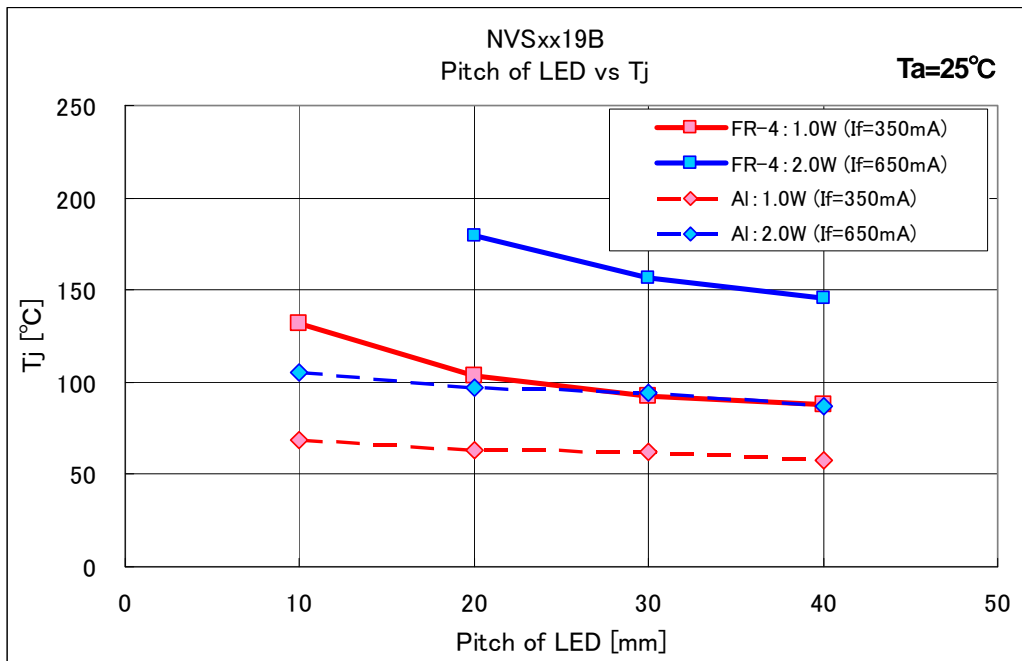

図5. NVSxx19B 評価結果
1.0W( $I_f=350\text{mA}$ )と2.0W( $I_f=650\text{mA}$ )におけるLED実装ピッチと中心LEDの $T_j$ の関係を図5に示します。FR-4では、1.0Wで20mm以上、2.0Wでは30mm以上のピッチを設けることで相互影響は小さくなります。